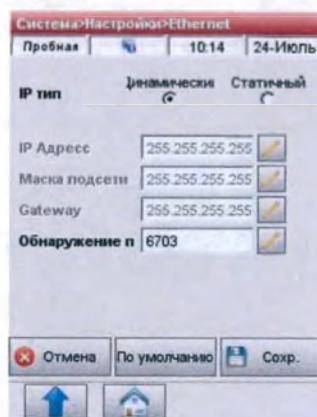

Рис.3-94 Ethernet Настройки
3. Появится меню **Система>Настройки>Ethernet>** (Рис.3-94).